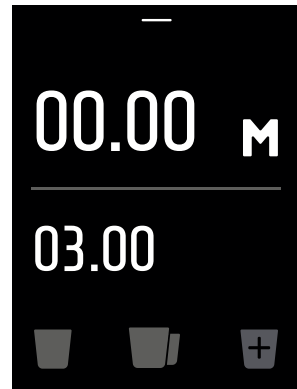

Fig. 5c
- 4 Appuyer sur le bouton de démarrage (10, Fig. 1) avec la coupe porte-filtre et la maintenir enfoncée pendant la durée souhaitée qui s'affiche à l'écran. La barre de progression de la dose clignote (voir Fig. 5c). Une fois le bouton de démarrage relâché, le SweepOut démarre. L'écran affiche le temps restant pour le SweepOut avec la barre de progression clignotante.